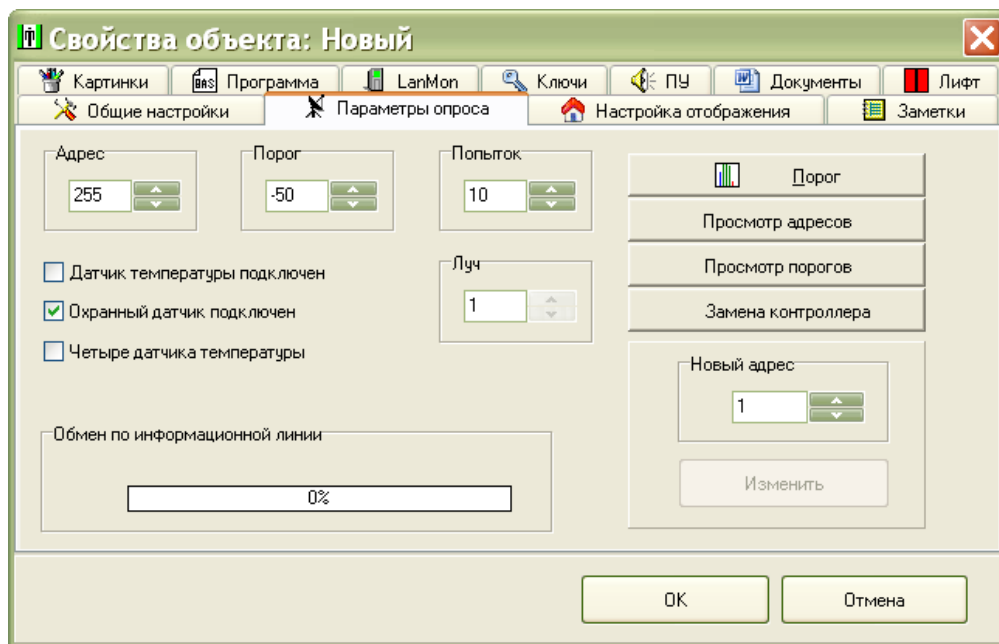

Рисунок 5
– в появившемся окне «Параметры объекта» выбрать вкладку «Параметры опроса» и в поле «Адрес» ввести адрес блока в диапазоне 1-255 (рисунок 5). Адреса блоков совпадают с номерами, указанными на наклейке контроллера связи КСН или на корпусе БДК-2М.
4) В соответствии с рабочим проектом указать номер луча, к которому подключен настраиваемый блок (рисунок 5);
6) Установить «галочки» подключения охранных датчиков (рисунок 5);